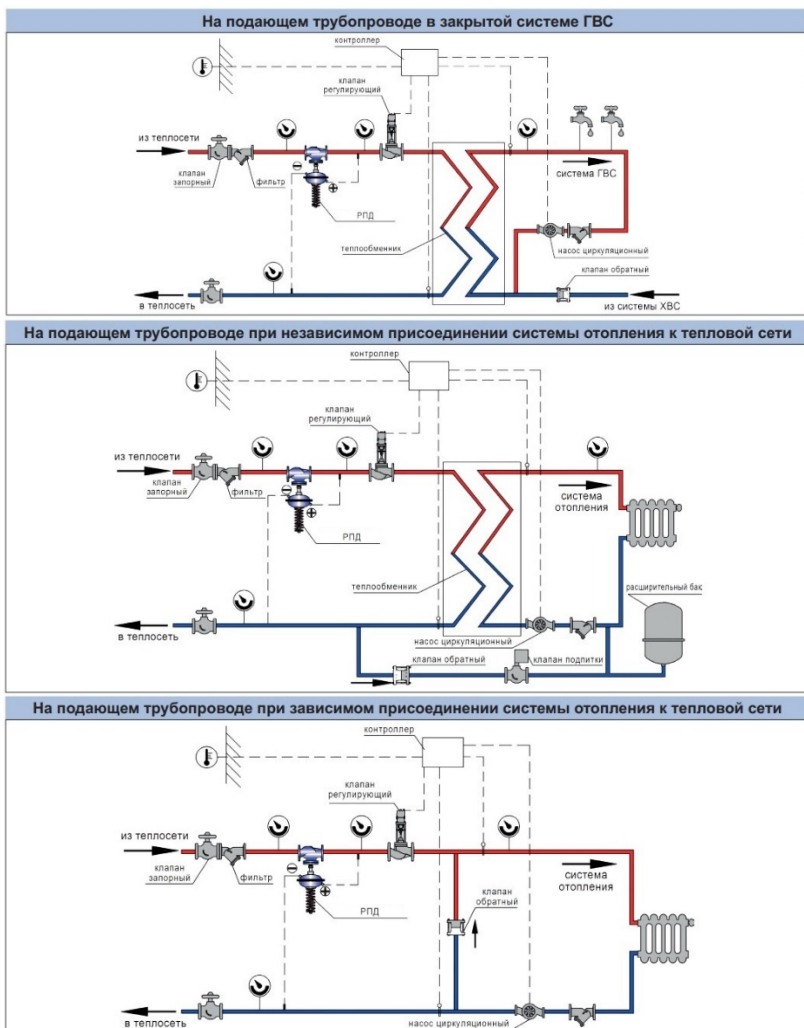

Рисунок 4 – Схемы подключения РПД
8.2. РПД устанавливается в рабочем положении, указанном в рис.4 на горизонтальном участке трубопровода, удобном для обслуживания и проведения ревизии. Прямой участок до и после РПД должен быть не менее 5 условных диаметров. РПД должен быть установлен в трубопровод таким образом, чтобы направление движения среды соответствовало стрелке на корпусе.